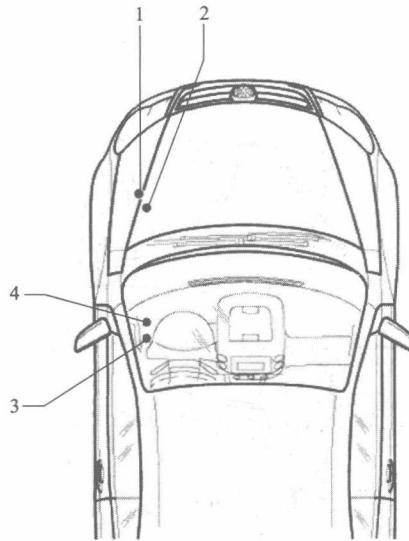

图 1-7 全新速腾熔断器安装位置
(1) 熔断器信息 熔断器 SA~SC 安装位置如图 1-7 所示。